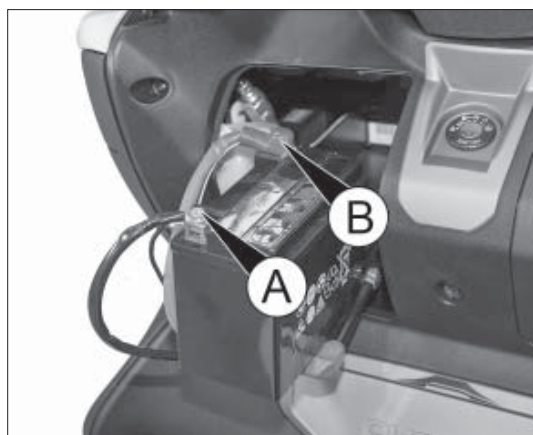

Abb. 10
- die Klemme A Abb. 10 (Minus) von der Batterie aushaken, danach die Klemme B (Plus). Um die Batterie wieder anzubringen in umgekehrter Reihenfolge vorgehen, dabei darauf Acht geben, erst die Klemme B Abb. 10 (Plus) und danach die Minusklemme A Abb. 10 einzuhaken.